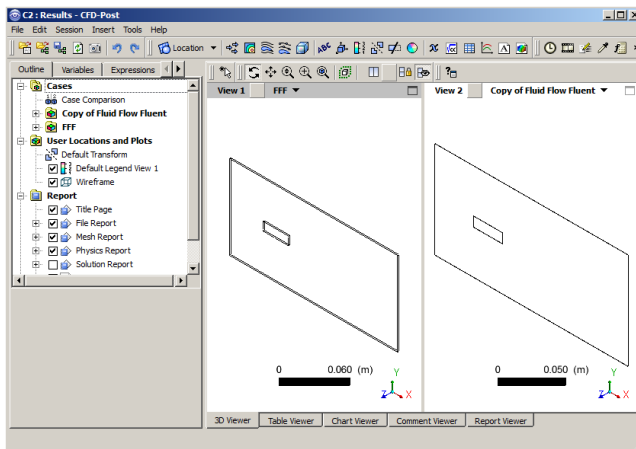

Рис. 58 - Окно постпроцессора с двумя расчётными моделями
**Шаг 2.** Необходимо выполнить сравнительный анализ результатов. Для этого нужно зайти в постпроцессор, дважды кликнув на элементе *Results*. При этом откроется окно постпроцессора *CFD Post* и в него загрузятся результаты обоих расчётов (рис. 58).